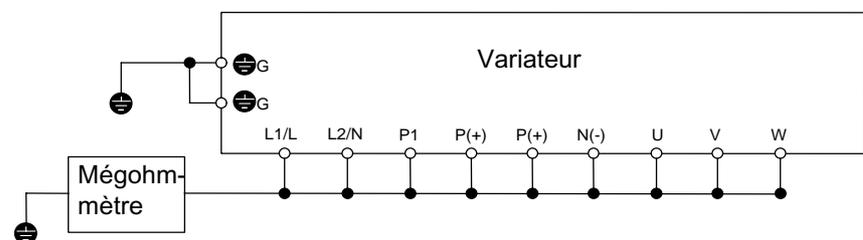

Figure 8-4-1 Test au mégohmmètre
3. Reliez les bornes du circuit principal avec les câbles communs, comme le montre la Figure 8-4-1.